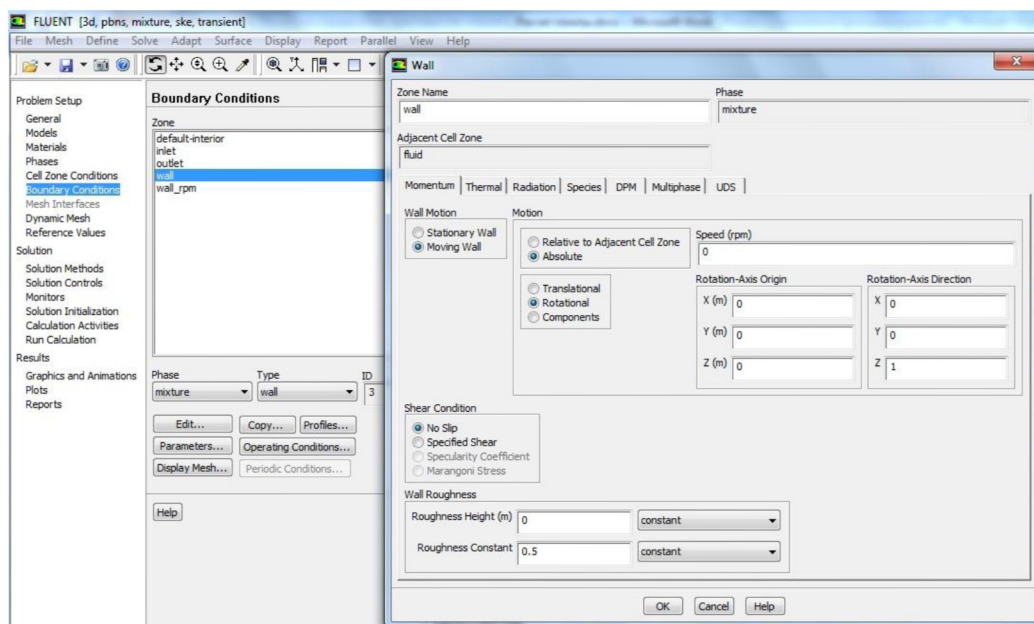

Рисунок 34 – Настройка граничных условий неподвижных стенок насоса
4. Настройка параметров стационарных стен насоса *wall* осуществляется следующим образом (рисунок 34):